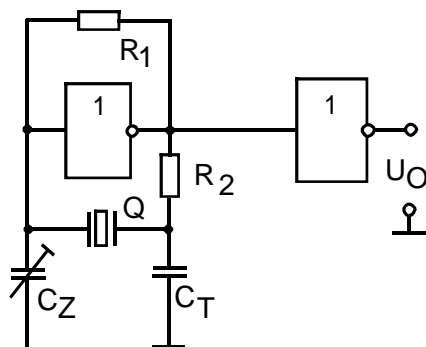

Bild 8: Schaltung eines Quarzgenerators
- 3.3.5 Bauen Sie den Quarzgenerator nach **Bild 8** mit dem Schaltkreis **74LV00 (LV3)** auf. Damit der Generator sicher funktioniert müssen kurze Verbindungen realisiert werden. Nutzen Sie deshalb auf dem Versuchsboard nur die Gatter 3 und 4 (rechts neben dem Sockel). Messen Sie die Ausgangsfrequenz mit Hilfe des Oszillographen PM 3382 im Analog- und im Digital-Mode mit der Funktion "**measure**".